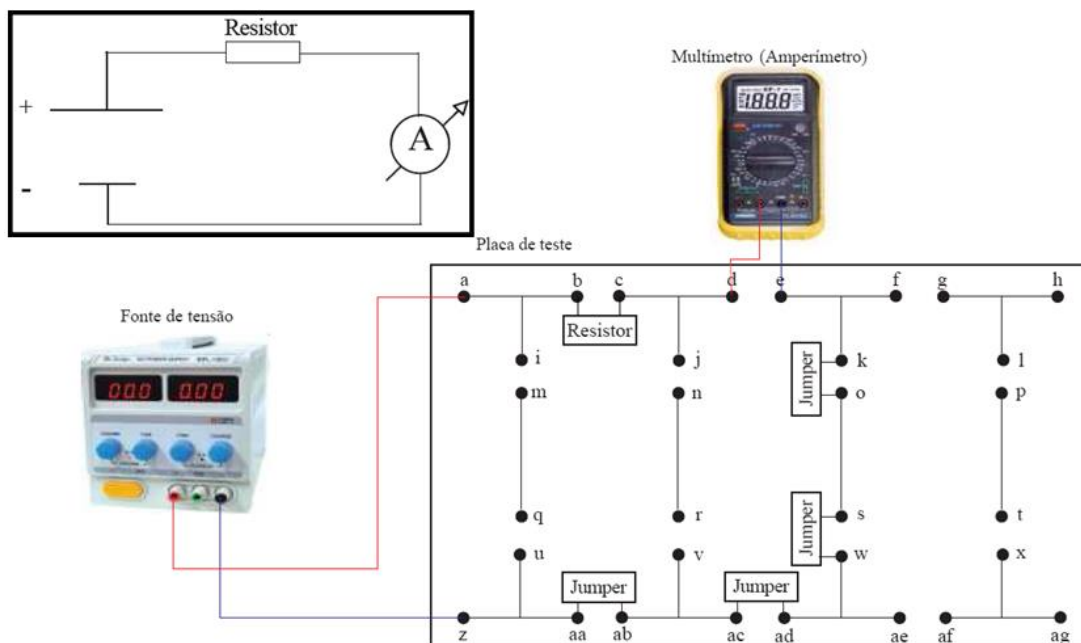

Figura 11: Sugestão para montagem do circuito, no quadro em destaque, para experimento com o amperímetro.
- i. Monte o circuito sugerido na Figura 11, conectando o cabo vermelho do amperímetro ao borne de entrada de 10 A e selecionando a correta escala do amperímetro para medida de corrente contínua de até 10 A;³